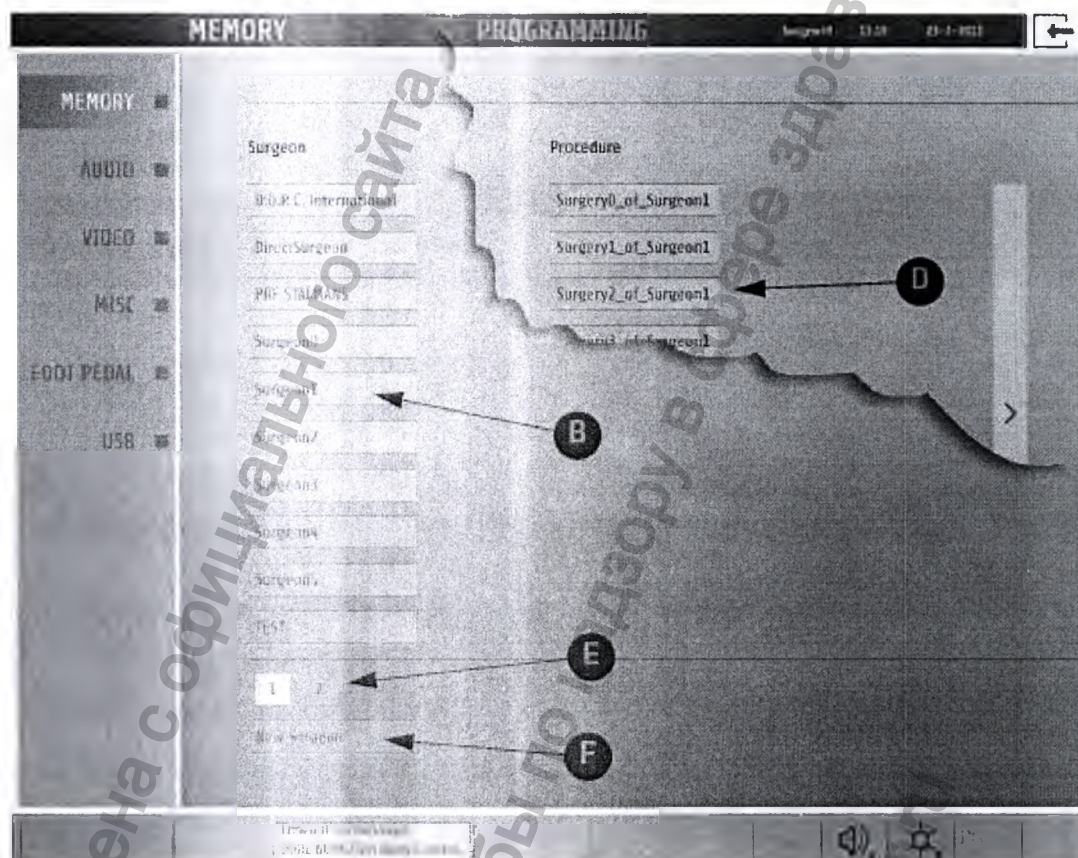
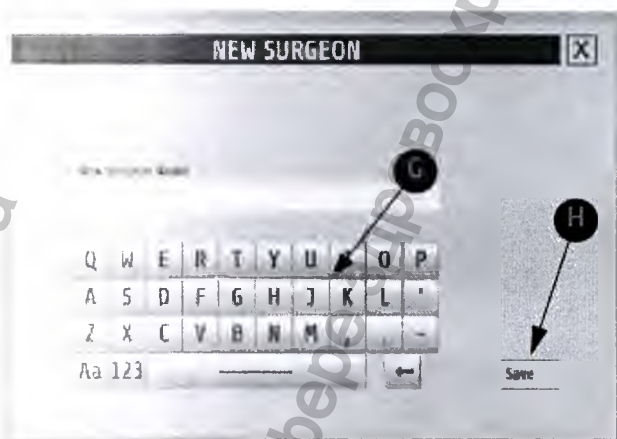

Рис. 122: Меню системных настроек
Рис. 124: Новый хирург
2. Подтвердите на всплывающем меню YES. Появляется экран, представленный на рис. 122, fig. 140.
1. Прикоснитесь к имени хирурга [B] (рис. 122).
1. Прикоснитесь к надписи NEW SURGEON [F] (рис. 122). Появляется всплывающее окно (рис. 124).